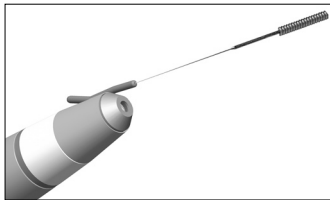
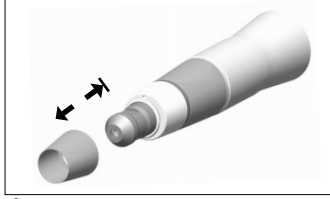

fig. 4
fig. 5
O tubo de pulverização liga a peça de mão ao motor. A tomada que segura o tubo de pulverização é destacável. É possível montar uma tomada sem tubo, **ver opção e fig. 5**.
- Limpe os tubos de pulverização (se instalados) com o fio de limpeza Bien-Air (fig. 4) e retire a manga e o tubo de irrigação cortado (se instalado) do instrumento (fig. 5).